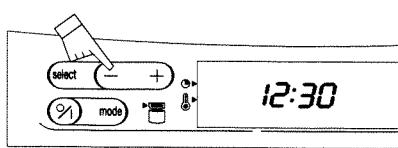

Fig. 4
(fig. 4).
3. Se necessario modificare la temperatura (per passi di 5°C), premendo il tasto  1 volta (fig. 3) ed i tasti   (fig. 4).